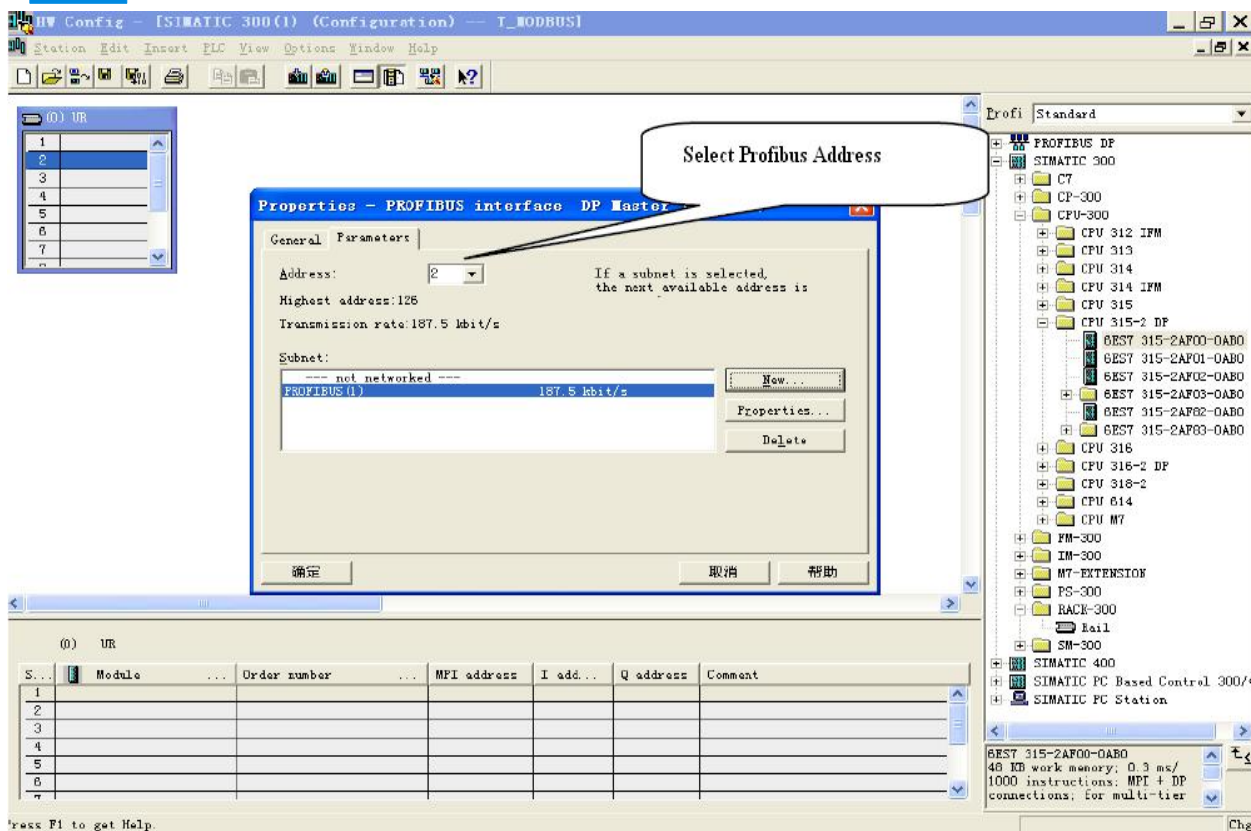

图 12
13. 选择 PROFIBUS Master station 地址，如图 12: